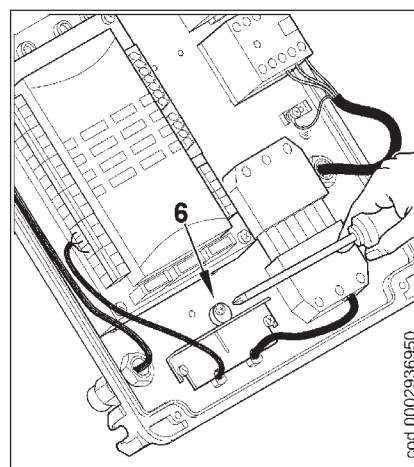

Рис. 3
- 3) Установить на место плиту для крепления кабелей (рис. 3). Повернуть эксцентрик (6) так, чтобы плита оказывала надлежащее давление на кабели, затем затянуть винты крепления пластины. В завершение, соединить 7-штырьковый разъем и кабели управления модуляции.